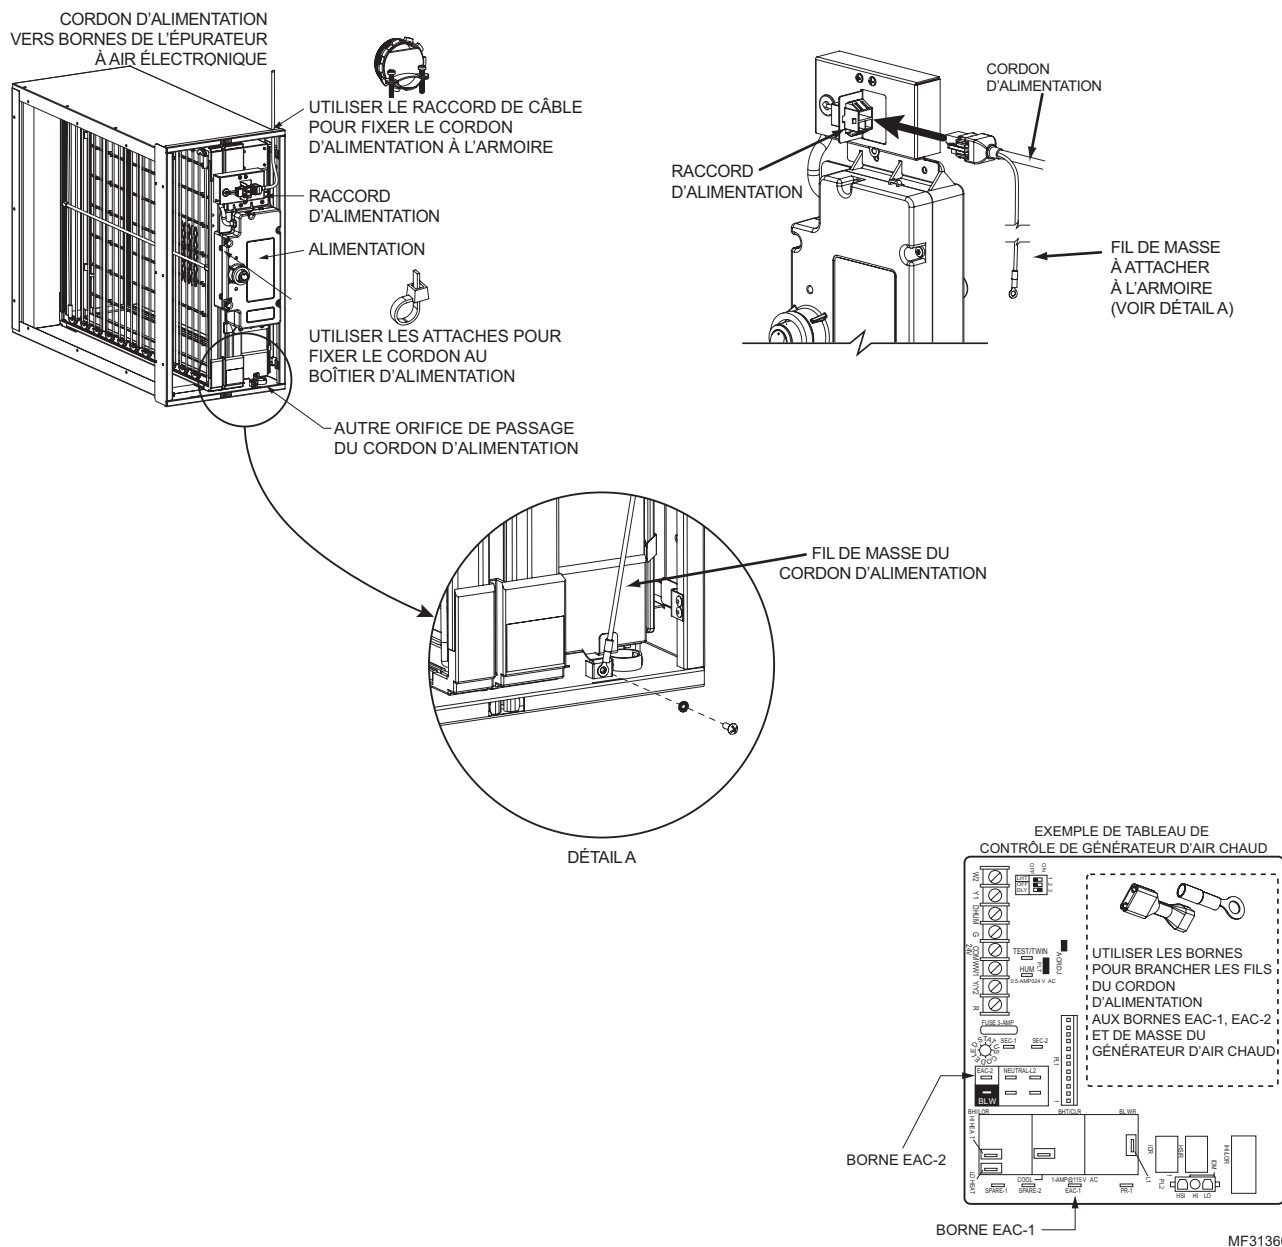

Fig. 15. Connexions électriques.
- Brancher le cordon d'alimentation au raccord d'alimentation (voir Fig. 15).
- Attacher le fil de masse du cordon d'alimentation à la borne de masse de l'armoire en utilisant la vis fournie dans la borne de masse (voir la Fig. 15).
Modèles FH8000F : Débrancher le cordon d'alimentation du module d'amélioration (voir Fig. 15 page 17).
Modèles FH8000F : Rebrancher le cordon d'alimentation (voir Fig. 15 page 17).